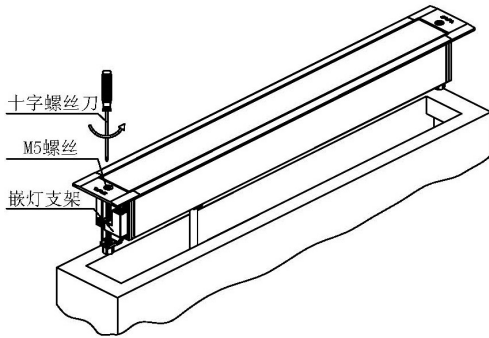
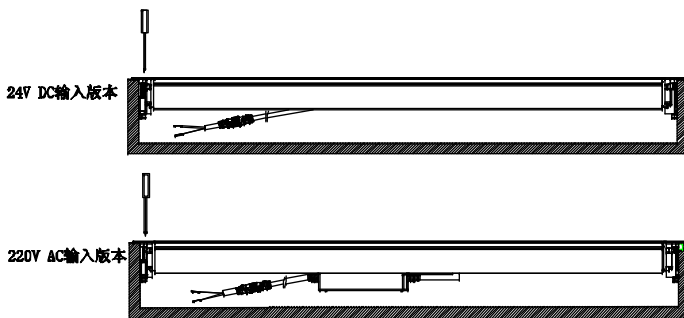

图3
图4
3. 使用十字螺丝刀旋转M5螺丝, 将嵌灯支架旋转到底端(螺母端)保证有一定的锁紧力, 将灯具电源线接入已铺好的线路上(可按实际需要增加防水盒)(图3)。然后小心将灯具装入已开好的孔内, 紧接着使用十字螺丝刀旋紧M5螺丝并锁紧, 此时线条灯支架会往上移动并夹紧安装槽(图4)。同样, 锁紧另一端螺丝即可。接通电源, 灯具即可正常使用。